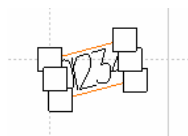

图 6-84
- 选中 Automatic snapping (自动移动) 复选框: 允许自动设置旋转角度, 如图 6-84 所示。